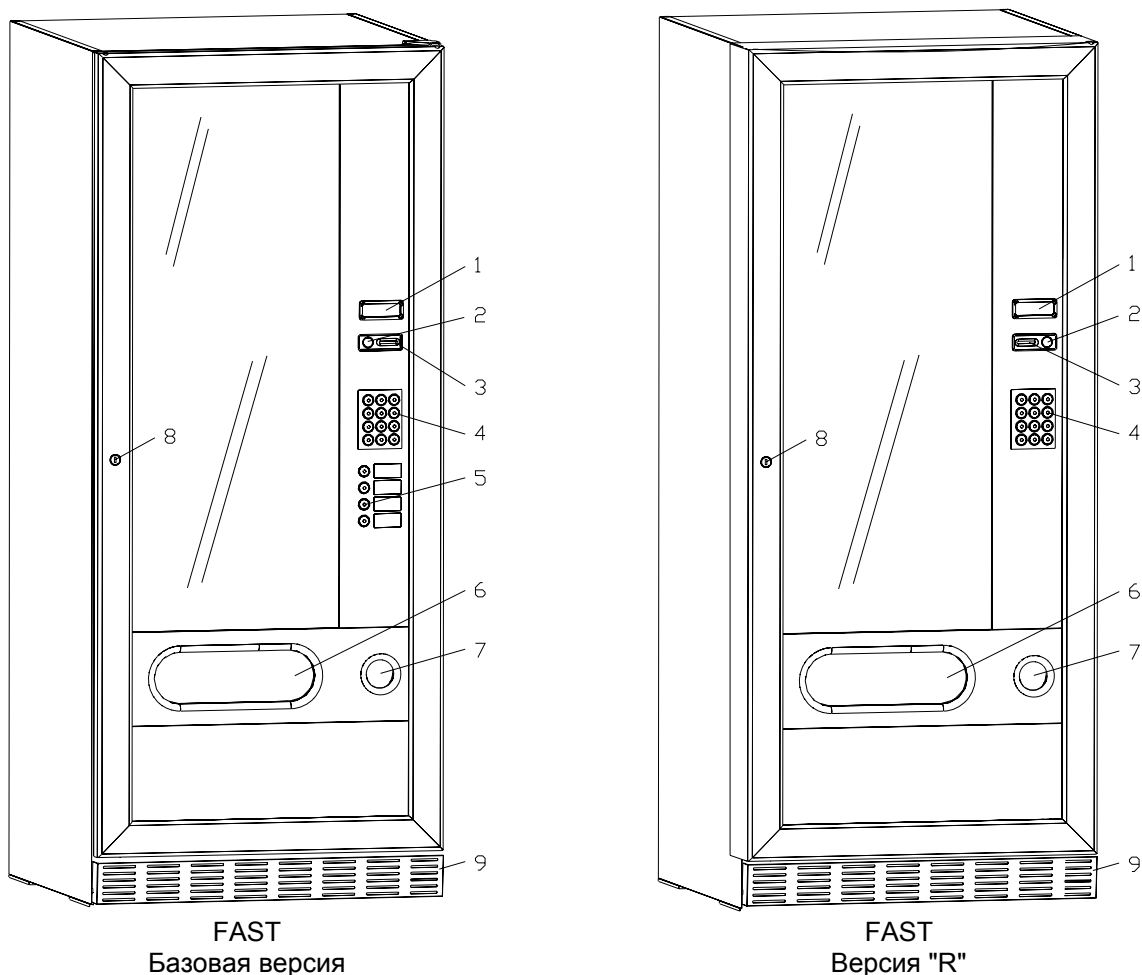

рис. 1
- Чтобы наклеить этикетки продуктов, смотрите пункт 5 рис.1, разберите опору монетоприёмника, прикреплённую винтами, и вставьте их в специальный "карман".